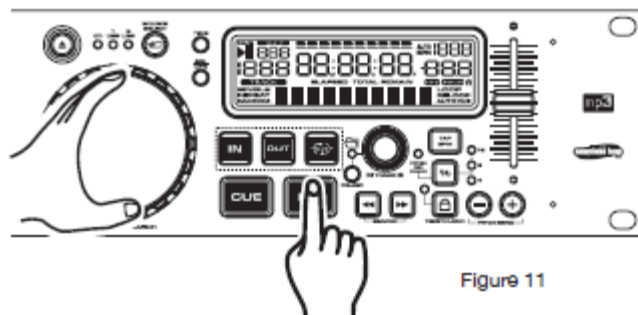

Figure 11
Funkcja ta pozwala na przewijanie ścieżki umożliwiając ustawienie początkowego punktu cue lub pętli. Aby używać funkcji przewijania musimy być w Trybie Pauzy lub Trybie Cue, przekręcamy *JOG Wheel* (18) by przewijać ścieżkę (Rysunek 11). Obrócenie koła zgodnie z ruchem wskazówek zegara uruchamia przeszukiwanie ramki do przodu a obrót przeciwny do ruchu wskazówek zegara powoduje przewinięcie w tył.